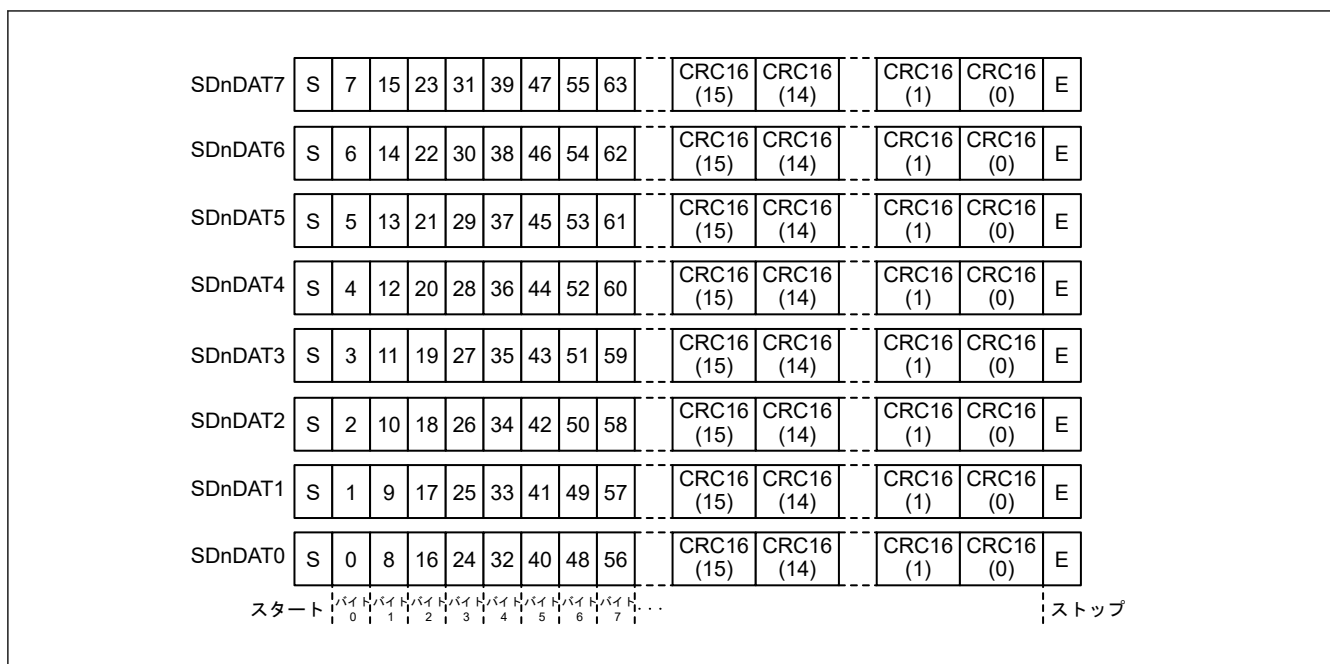

図 36.4 8 ビット幅モードの SDnDAT
2. 受信データが MMC ホストインタフェースの SD_BUF に格納される (図 36.4 を参照)。